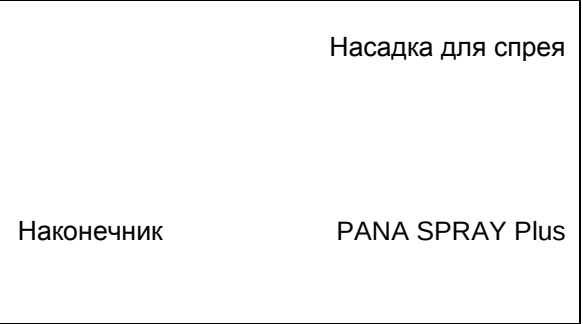

Рис.9
- 3) Вставьте насадку для спрея в заднюю часть наконечника. Крепко удерживайте наконечник при смазке и распыляйте спрей в течение 2-3 секунд, смазывайте, пока масло не будет выступать из выпускного канала, минимум 2 секунды (Рис.9).